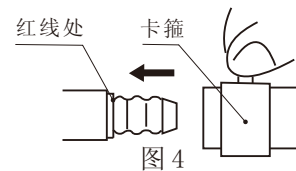

图4
- 1)使用胶管连接的灶具: 清理干净进气口,套上燃气专用胶管至灶具燃气接头的环形槽红线处,并用卡箍夹紧(如图4所示)。